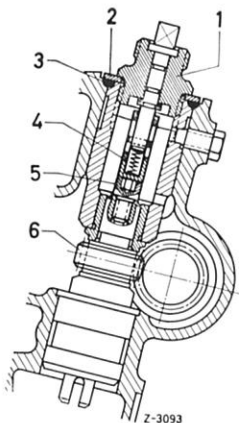

Bild 00-43/2
Anm.: Über die mechanische Zusatzregulierung hat der Stupser die Aufgabe, im unteren Drehzahl- und Lastbereich sowie im Leerlauf die Schwingungen der Regelstange zu begrenzen und damit ein „Sägen“ und „Galoppieren“ des Motors zu vermeiden. Er wird durch einen über das Zusatzreguliergestänge betätigten Einschaltknocken (15) so gesteuert, daß er in die der Drosselklappenstellung jeweils zugeordnete Lage verschoben wird (Bild 00-43/4).
1 Drehzahlmesser anschließen. Dazu Verschlußschraube (Ölpumpenantrieb) gegen das Anschlußstück (1) auswechseln (s. Bild 00-43/2).
belastet mit einem Drehzahlmesser feststellen. Ist die Höchstdrehzahl unbelastet höher wie in den Technischen Daten angegeben (siehe Arb.-Nr. 00-0), so Vollast-Anschlagsschraube (1) so weit hineindrehen, bis die vorgeschriebene Drehzahl vorhanden ist. Außerdem pneumatischen Regler auf Dichtheit prüfen (siehe Arb.-Nr. 07-46). Wird die Höchstdrehzahl unbelastet nicht erreicht, dann durch Herausdrehen der Vollast-Anschlagsschraube die Regelklappe weiter öffnen bzw. die Drehzahl erhöhen (Bild 00-43/3).